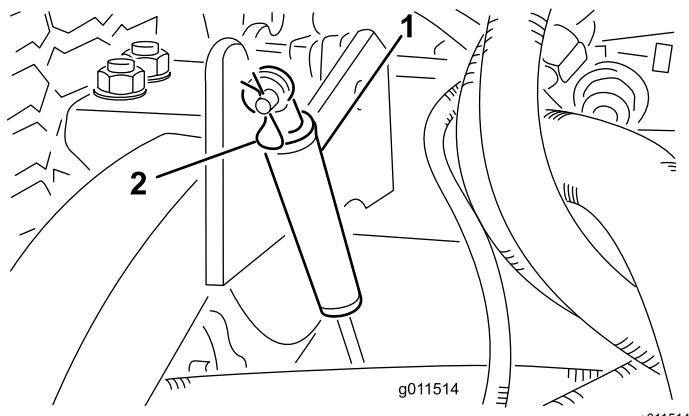

Figura 120
2. Togliete la coppia che fissa gli ammortizzatori ai bracci di sollevamento (Figura 120).